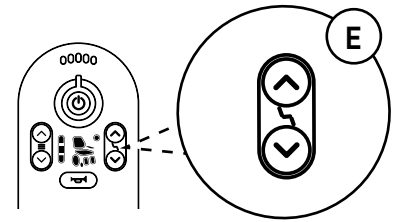

Abb. 5.7. Steuerung der Sitzfunktionen auf der LiNX REM211.
Die Auswahl der Sitzfunktion erfolgt über die entsprechenden Tasten (E), siehe Abb. 5.7. Die gewählte Sitzfunktion wird durch eine orangefarbene Leuchte im Display markiert. Durch seitliches Bewegen des Joysticks kann auch zwischen den Sitzfunktionen gewechselt werden.